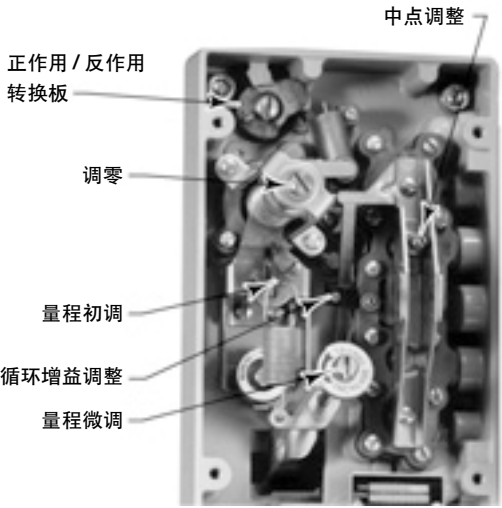

图 4. 3610J 和 3620J 系列定位器的调整
- **定位器调节简单**—只需用螺丝刀打开盖子，便能轻易的实现零点、量程和中点调整，见图 4。